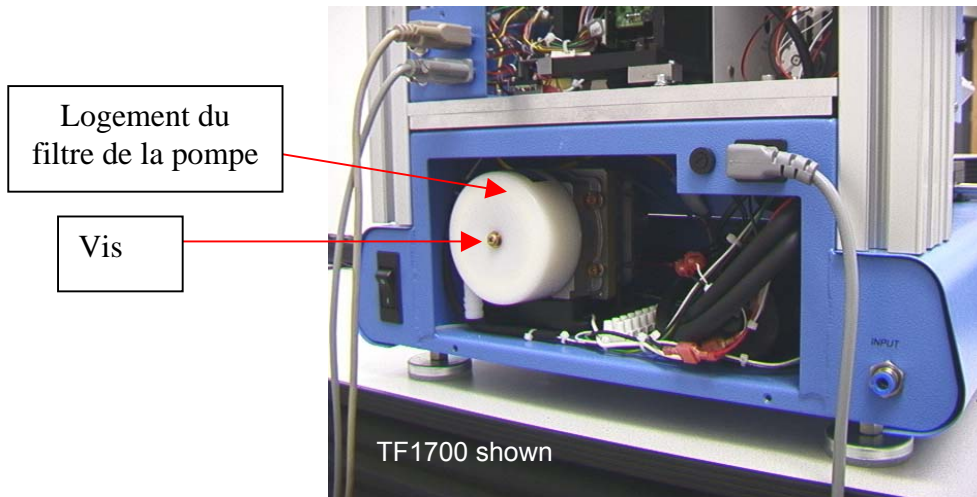

Figure 22a
- i. Ouvrez la trappe à l'arrière de la TF 1700 ou de la TF 2700. (Figure 22a)